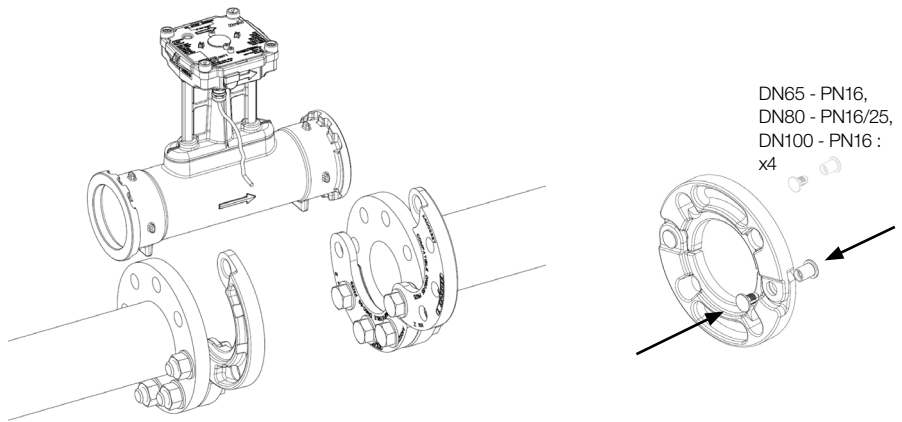

Abb.4: Installation mit Klappflanschen
- Die Installation des AXONIC in den Ausführungen PN16/PN25 hat mit den dafür bestimmten Klappflanschen zu erfolgen (Abb.4).